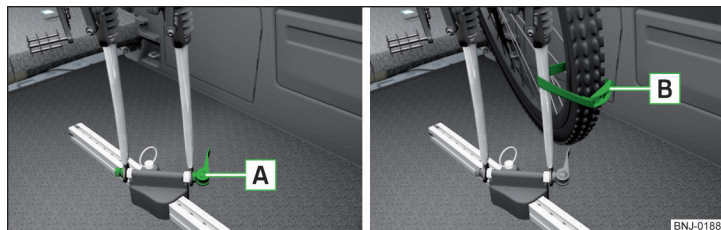

Fig. 108 Inserimento della forcella anteriore della bicicletta nel supporto / esempio di fissaggio della ruota anteriore
- Allentare l'unità di serraggio rapido **A** » fig. 108 del supporto e regolare la larghezza della forcella della bicicletta.
- Fissare la ruota anteriore con la cinghia **B** alla forcella anteriore » fig. 108 o al telaio della bicicletta.